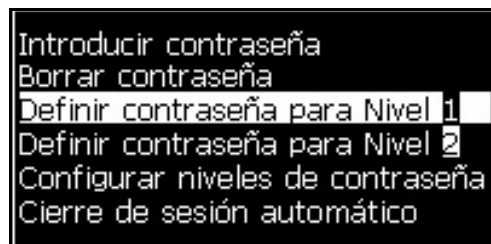
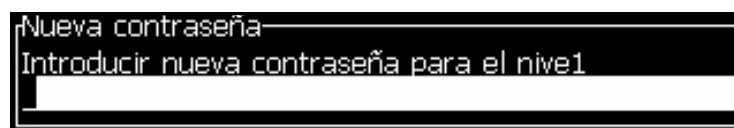

Figura 4-4. Set Password Level (Configurar nivel de contraseña)
Figura 4-5. New Password (Nueva contraseña)
- 1 Pulse *Alt + w* y seleccione *Set Password for level 1 (Definir contraseña para nivel 1)* o *Set Password for level 2 (Definir contraseña para nivel 2)* desde el menú *Password (Contraseña)* (consulte la Figura 4-4 en la página 4-4). Aparecerá el cuadro de diálogo *New Password (Nueva contraseña)* (consulte la Figura 4-5 en la página 4-4).